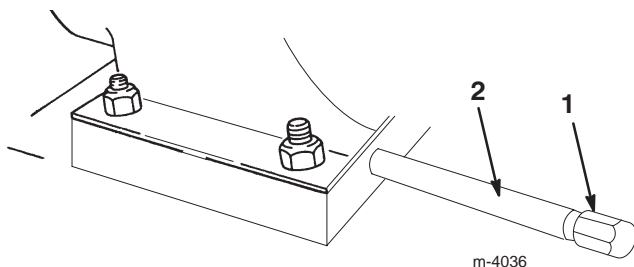

Figure 38
3. Nettoyez la surface autour du bouchon de vidange d'huile (Fig. 38).